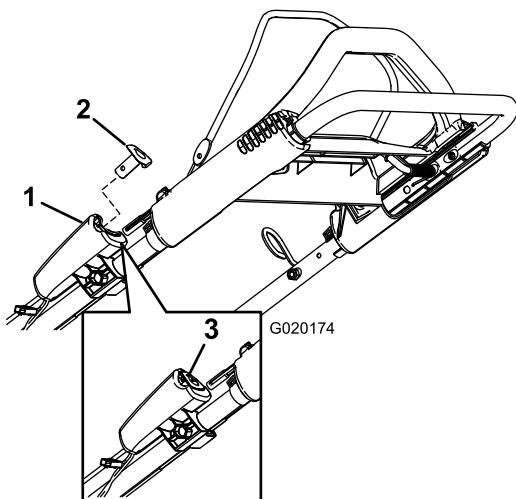
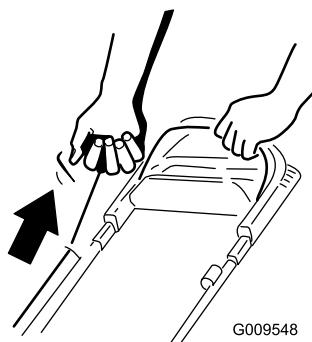

Figura 12
Figura 13
2. Pulse el botón de arranque eléctrico (Figura 12) (modelos de arranque eléctrico solamente) o tire de la cuerda del arrancador de retroceso (Figura 13).
**Nota:** Si se ha retirado el botón de arranque eléctrico, introduzcalo en el arrancador eléctrico; consulte Figura 12 (modelo de arranque eléctrico solamente).
con fuerza (Figura 13). Deje que la cuerda vuelva lentamente al manillar.